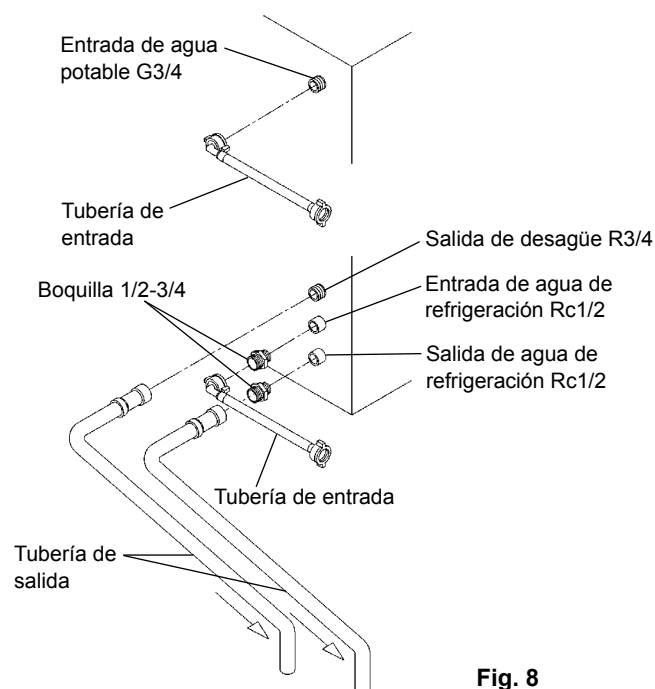

Fig. 8
### [b] Conexiones con tuberías accesorias, según normativas distintas a la WRC (fig. 8)
2) Para las conexiones del condensador deben utilizarse las tuberías accesorias suministradas y realizarse las conexiones indicadas en los apartados 1) a 3) de la sección [a] anterior a los extremos libres de las boquillas 1/2-3/4 (fig. 8).